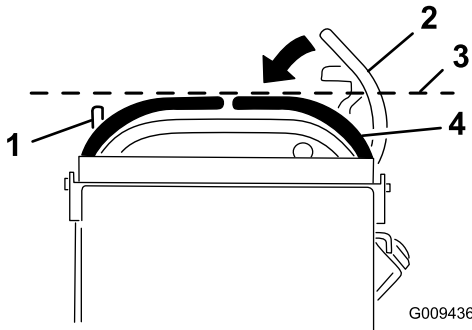

Figura 82
3. Empuje las palancas de control de movimiento hacia abajo, sacándolas de la posición de BLOQUEO/PUNTO MUERTO (Figura 82).
4. Compruebe que la palanca de control de movimiento de la derecha quede alineada en sentido horizontal con la palanca de control de movimiento de la izquierda (Figura 82).